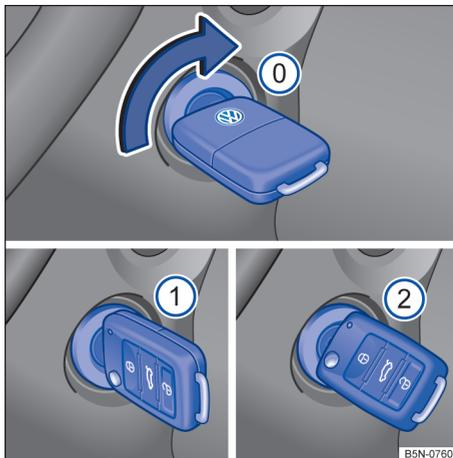

Fig. 80 Ao lado do volante, à direita: posições da chave do veículo no cilindro da ignição.
Posições da chave do veículo → **Fig. 80**
- *Veículos com partida aquecida*: girar a chave do veículo na posição → Fig. 80 ①. A ignição está ligada. Nesse instante a luz de controle do sistema de partida aquecida  irá se acender no instrumento combinado. Aguardar que a luz de controle  se apague indicando o término do aquecimento do combustível (esta ação poderá ser necessária em condições de partida com o motor frio).
- *Veículos sem partida aquecida*: girar a chave do veículo na posição → Fig. 80 ①. A ignição está ligada.
- Girar a chave do veículo no cilindro da ignição para a posição → Fig. 80 ② – não acelerar. Quando o motor começar a funcionar, soltar a chave do veículo no cilindro da ignição.
- *Veículos com partida aquecida*: girar a chave do veículo no cilindro da ignição para a posição → Fig. 80 ② para dar partida no motor – não acelerar. Caso a etapa 5 não seja respeitada, a luz de controle  irá piscar indicando a necessidade de interromper o procedimento de partida e repeti-lo após retornar a chave para a posição → Fig. 80 ① e aguardar aproximadamente 10 segundos.
- *Veículos sem partida aquecida*: girar a chave do veículo no cilindro da ignição para a posição → Fig. 80 ② para dar partida no motor – não acelerar.
- Girar a chave do veículo no cilindro da ignição na posição → Fig. 80 .